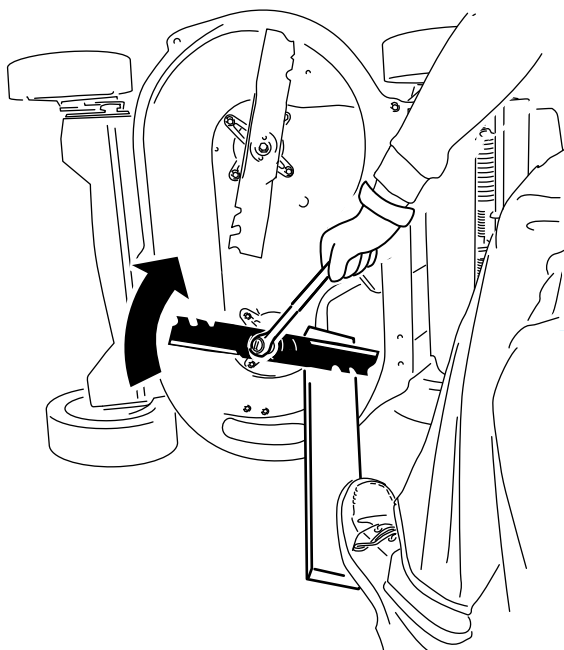

Figure 42
- Immobilisez chaque lame à l'aide d'une planche et tournez le boulon de la lame dans le sens horaire au moyen d'une clé dynamométrique comme montré à la Figure 42; serrez le boulon de la lame à 82 N·m (60 pi-lb).